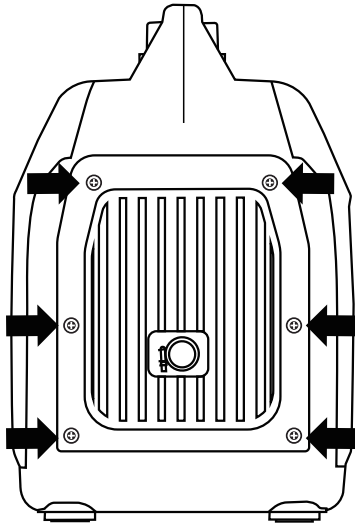

Abbildung 20: Entfernen der Schrauben, die die Schalldämpferabdeckung halten
3. Entfernen Sie die Schrauben, die die Schalldämpferabdeckung an der richtigen Stelle halten (siehe Abbildung 20).